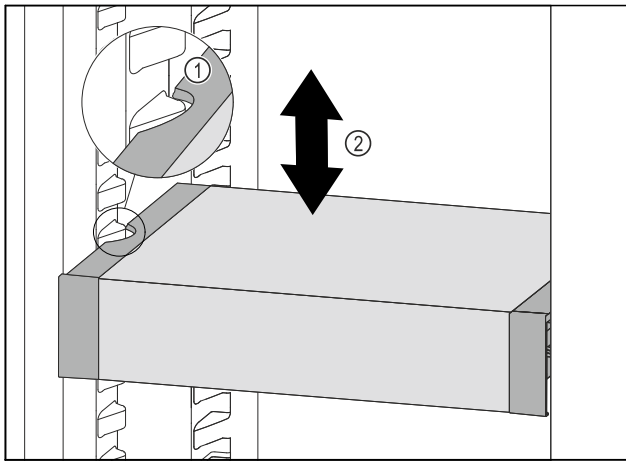

Fig. 65
- ▶ VarioSafe nach vorne ziehen, bis sich die seitlichen Aussparungen des VarioSafes auf Höhe der Behälterrippe im Kühlteil befinden. Fig. 65 (1)
- ▶ VarioSafe im Kühlteil nach oben oder unten bewegen, bis gewünschte Höhe erreicht ist. Fig. 65 (2)